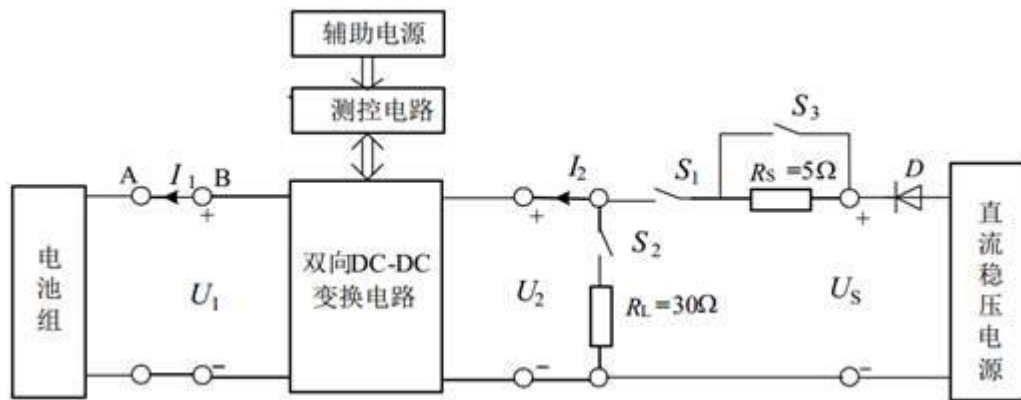

图 1 电池储能装置结构框图
设计并制作用于电池储能装置的双向 DC-DC 变换器，实现电池的充放电功能，功能可由按键设定，亦可自动转换。系统结构如图 1 所示，图中除直流稳压电源外，其他器件均需自备。电池组由 5 节 18650 型、容量 2000~3000mAh 的锂离子电池串联组成。所用电阻阻值误差的绝对值不大于 5%。
6. 基本要求（5）的测试方法：在图 1 的 A、B 点之间串入滑线变阻器，使 U_1 增加。
9. 制作时应合理设置测试点（参考图 1）以方便测试；为方便测重，应能较方便的将双向 DC-DC 变换器、测控电路与辅助电源三部分与其他部分分开。